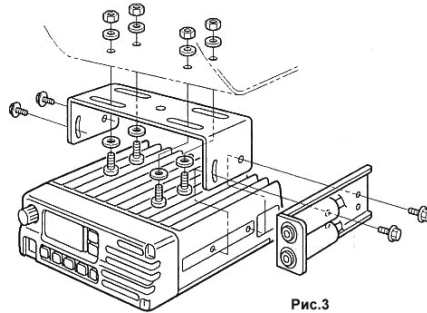

Рис.3
- (4) Закрепите адаптер на скобе крепления трансивера двумя прилагаемыми винтами. (рис.3)